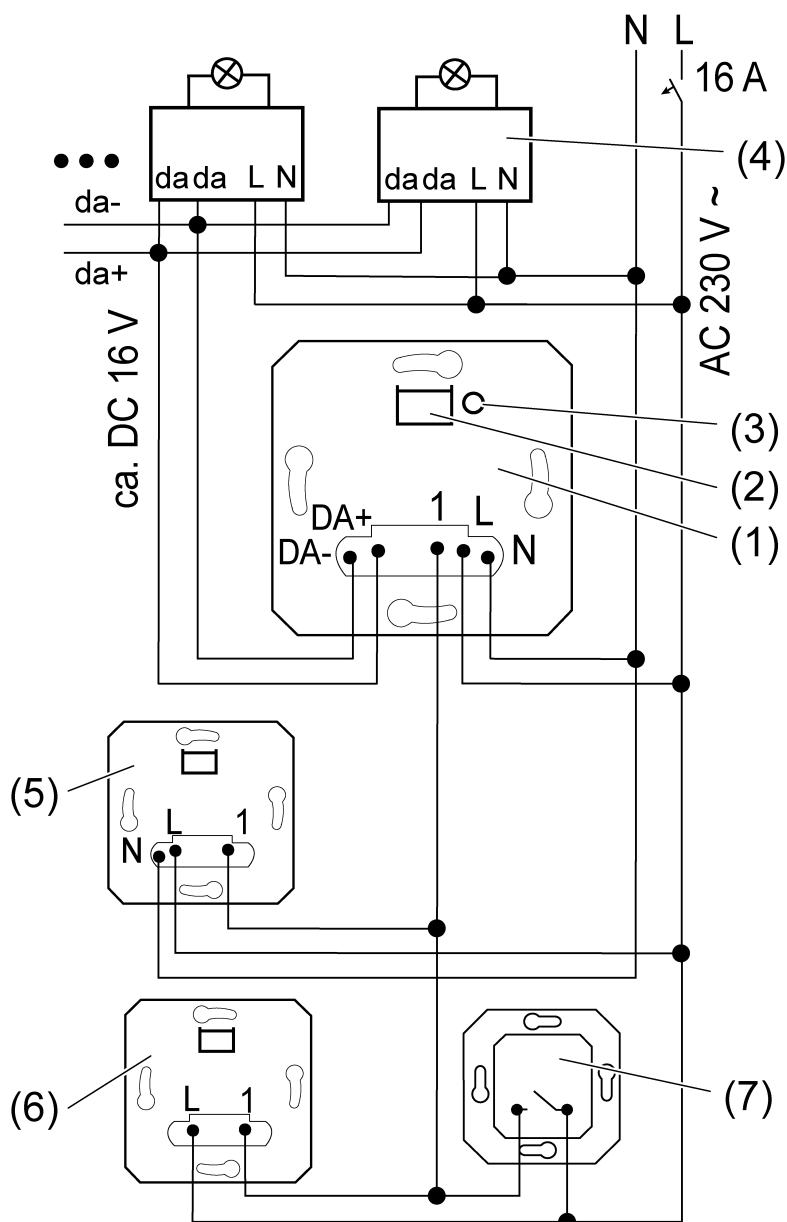

Figura 1: Plan de conexión con mecanismos auxiliares opcionales
- Conectar el mecanismo DALI (1) y los dispositivos DALI (4) según el esquema de conexiones (véase figura 1).
- i** Pulsando brevemente la tecla Test (3) se puede conmutar la iluminación conectada, incluso sin módulo de sistema.